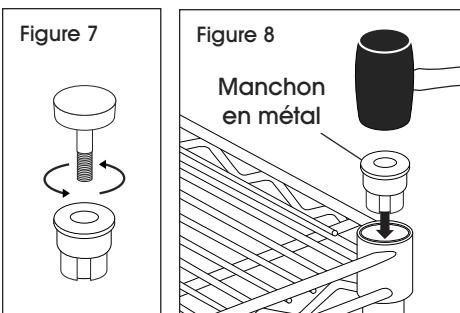

Figure 7
2. Enlevez les protecteurs de plancher et les boulons de nivellement qui se trouvent sur les manchons en métal des pieds autonivelants situés dans la boîte des montants. (Voir Figure 7)